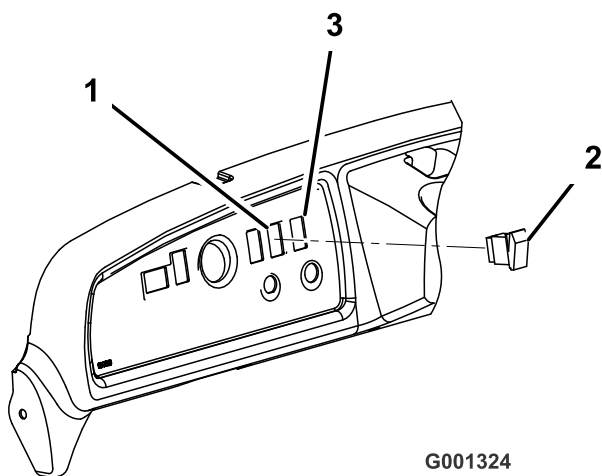

Figure 5
1. Enlevez le cache qui masque le trou de droite du tableau de bord (Figure 5).
2. Branchez l'interrupteur au connecteur de faisceau dans le tableau de bord. Insérez l'interrupteur dans le trou du tableau de bord (Figure 5).